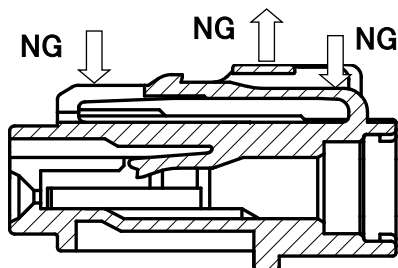

図7. ハウジングのロック部 外力不可方向例
- ・ 嵌合ロックのあるコネクタは、ロック部の解除逆方向に力を加えないで下さい（図7）。